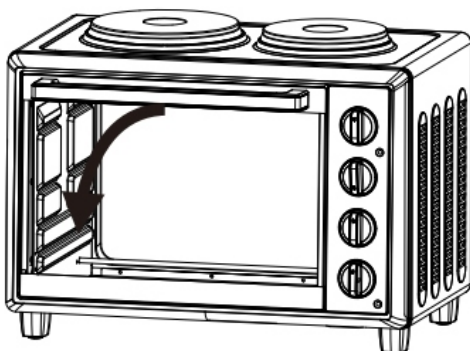
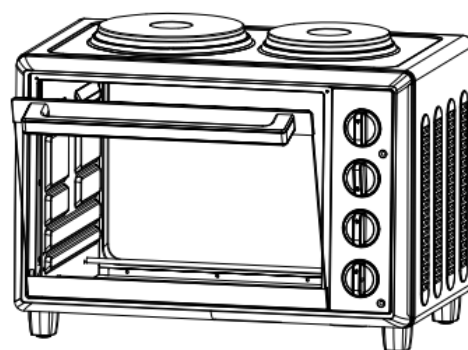

Abb. 9
Abb. 10
- Wie man die Tür öffnet und schließt – siehe Abb. 9–11
6. Öffnen Sie die Ofentür (Abb. 9) und legen Sie die Speisen mithilfe des Grillrosts und/oder des Backblechs in den Ofen (Abb. 10).